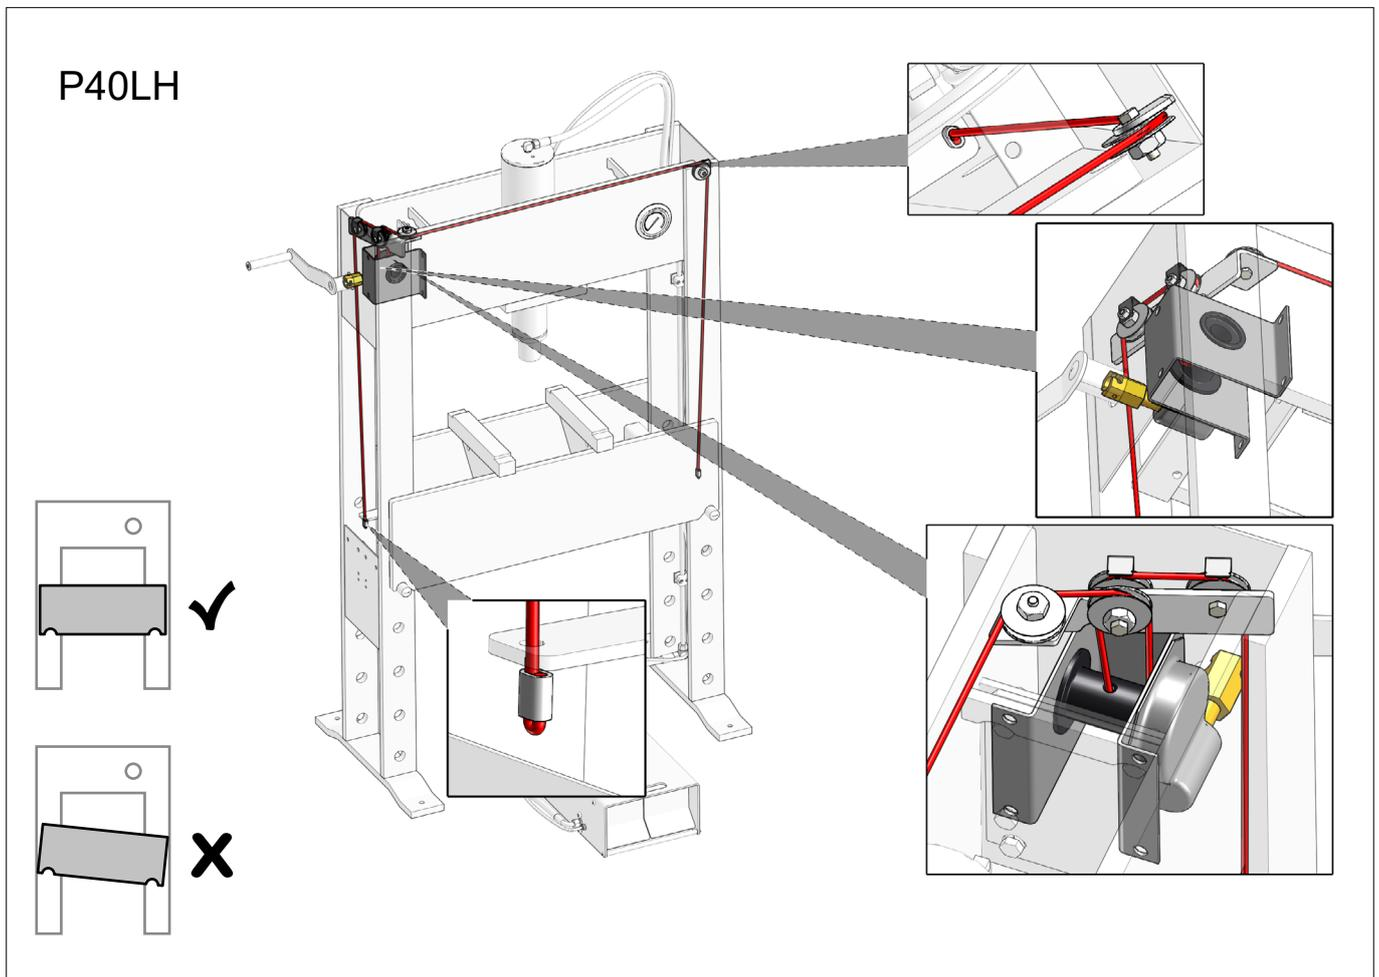

Fig.32
- Spillets wire og wrens fastgørelse (Fig.32)
- Winch and wire for wear and tear (Fig.32)
- Winde und Draht für Verschleiß (Fig.32)
- Treuil et fil pour l'usure (Fig.32)
- Vinsch och tråd för slitage (Fig.32)
- Vinssi ja lanka kulumista varten (Fig.32)
- Lier en draad op slijtage (Fig.32)
- Compruebe que el polipasto y su cable no presenten daños (Fig.32)
- Лебедка и трос на износ (Fig.32)
- Verricello e filo per usura (Fig.32)